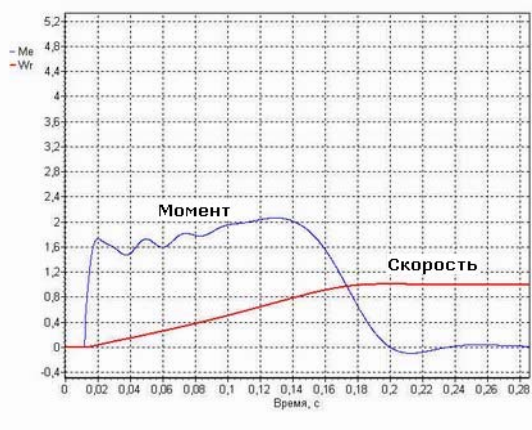

Рис.4 Момент электродвигателя при безударном пуске
- Функция безударного пуска (пофазное включение) устраняет знакопеременные пульсации момента без снижения быстродействия электропривода (см. рис. 4);
В пускателях **БиСТАРТ-Р** используется специальный алгоритм пофазного включения обмоток, который позволяет полностью устранить переходные процессы и исключить пульсации момента без снижения быстродействия (см. рис.4).